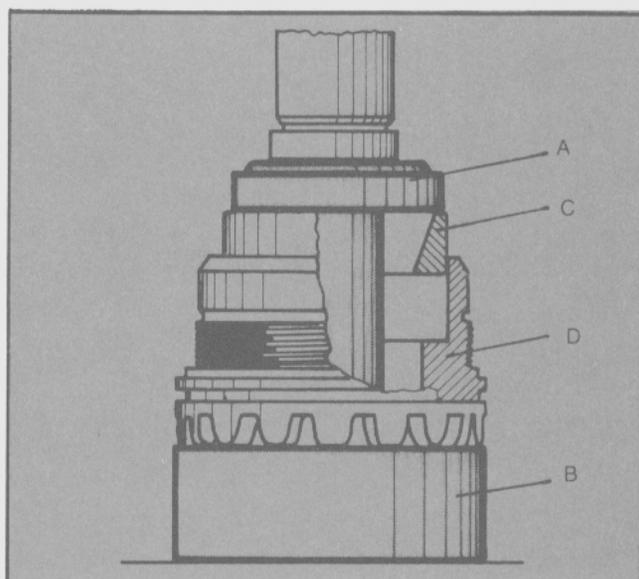

Fig. 28 - Colocación del cojinete en el portacojinete con la herramienta especial T84G-4220-BAS
- Para instalar la pista exterior del cojinete cónico en el portacojinete, se deberán emplear los Detalles 2 y 3 de la herramienta T84G-4220-BAS (Fig. 28).